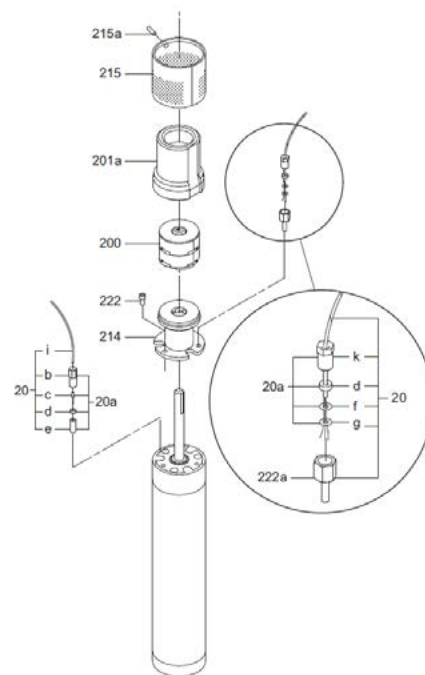

Fig. 1 MP 1 pomp componenten
- Draai de schroef, pos. 215a, los en verwijder deze samen met de zeef, pos. 215. Zie fig. 1.
- Pomphuis losdraaien, pos. 201a, (rechtse draad) van de zuigkoppeling, pos. 214. Pomphuis en waaierassemblage, pos. 200, van de motor verwijderen.
- Draai de schroef, pos. 20k, voor de aardebevestiging los and haal het van de schroef, pos. 222a, samen met de aardkabel en de sluitringen, pos. 20d en 20f.
- Draai los en verwijder de schroeven, pos. 222 en 222a
- Haal het zuigverbindingstuk, pos. 214, van de motor.
- Draai de schroeven, pos. 20b, die de motorkabel bevestigen, los en verwijder deze.
- Verwijder posities 20b, 20d en 20e van de 3 draden (phases) van de motorkabel. Van de aardkabel (geel/groen), is de volgorde pos. 20k, 20d en 20f. Zie fig. 1.
- Buig het gestrippte einde van de aardkabel. Zie fig. 1.